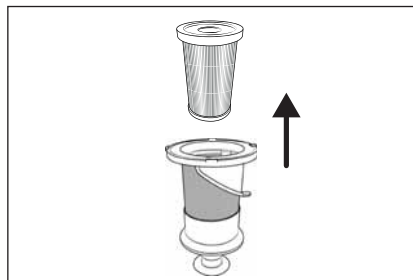

Fig. 21
- 4) Para retirar el filtro EPA **5** del filtro de acero inoxidable **6**, agarre el filtro EPA **5** por el orificio y extráigalo del filtro de acero inoxidable **6** (consulte la fig. 21).